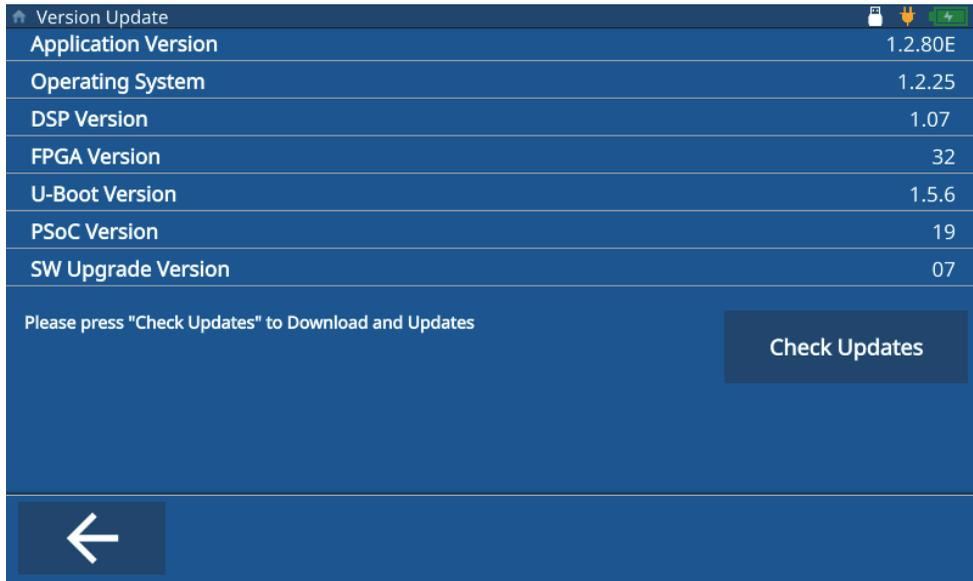

Figure 9-1 Écran de mise à jour du logiciel
6. L'appareil affiche à l'écran la version actuelle du logiciel. Touchez **Check Updates** (Vérif. mises à jour) [Figure 9-1 à la page 86].